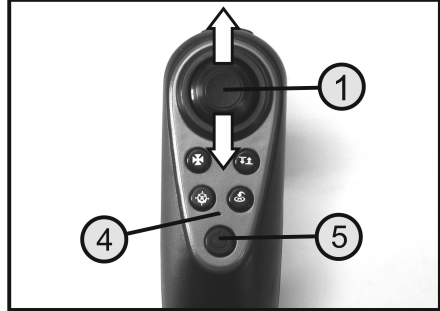

Figure 3
Lorsque l'alimentation électrique ne suffit plus au bon fonctionnement de l'émetteur, l'affichage LED (voir figure 3, pos. 4) commence à clignoter.